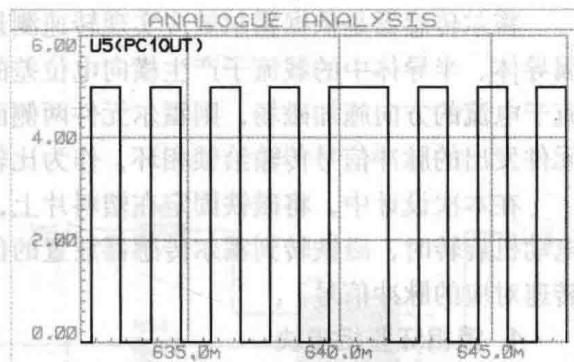

图 1-9 锁相环输出波形图 4
④ 输入比较信号为 32Hz 方波信号，如图 1-9 所示。